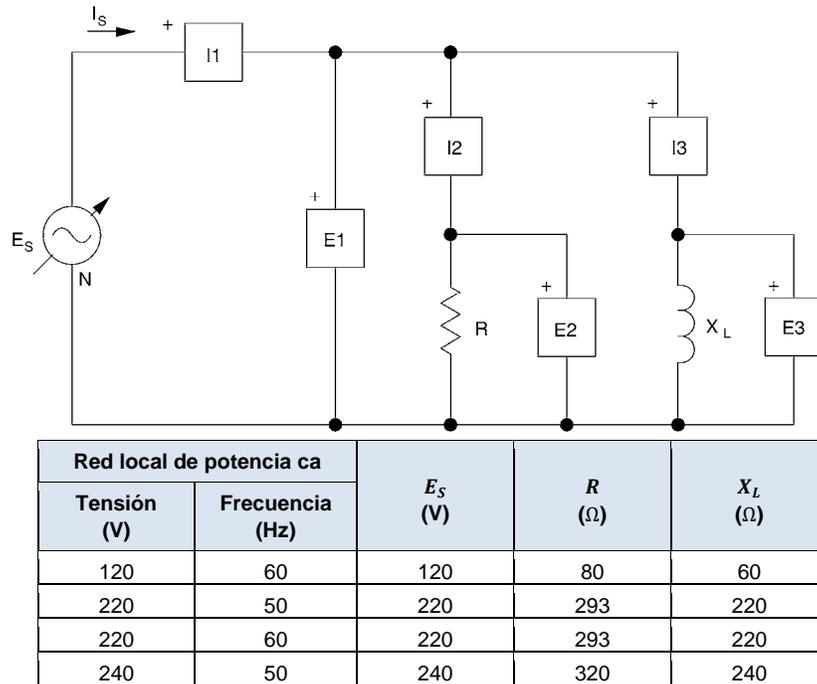

Figura 5-21. Determinación de la impedancia de un circuito paralelo RL.
26. Apague la Fuente de alimentación y monte el circuito paralelo RL de la figura 5-21. Ajuste R y X_L con los valores indicados y conecte las entradas I1, I2, I3, E1, E2 y E3, como se muestra, para medir las corrientes y tensiones del circuito. Abra el archivo de configuración existente *ES15-6.dai*.
27. Encienda la Fuente de alimentación y ajuste el control de tensión para obtener el valor de E_S , indicado en la figura 5-21. Anote los valores de las corrientes en el circuito, así como los valores de Z , R y X_L , que muestran los medidores A, B y C.
28. Calcule Z y φ empleando los valores del circuito que se indican en la figura 5-21.
29. Utilice el valor de Z , calculado en la etapa precedente, y los valores de E_S , R y X_L mostrados en la figura 5-21, para calcular las corrientes del circuito.
33. Apague la Fuente de alimentación y reemplace, en el circuito de la figura 5-21, X_L por una reactancia capacitiva para obtener un circuito paralelo RC. Ajuste X_C con el mismo valor que se utilizó para X_L y *deje R con igual valor*. Encienda la Fuente de alimentación y ajuste cuidadosamente el control de tensión de dicha fuente para obtener el mismo valor de E_S , utilizado en la etapa 27.